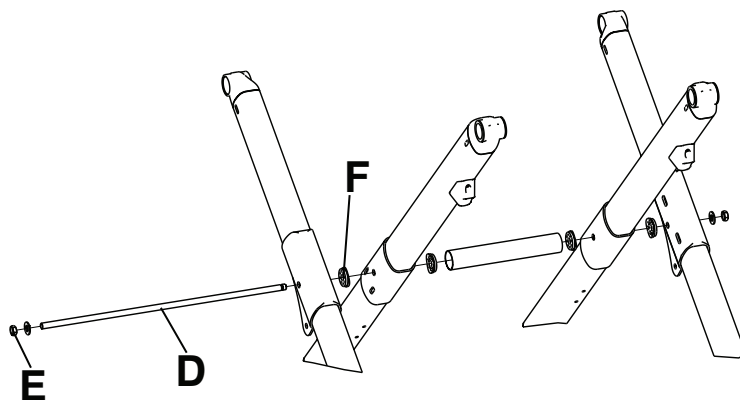

Figure 11 – Conserver les roulements
5. À l'aide de deux clés mixtes de 9/16 po et d'un marteau à coup mort, retirer la tige de connexion du châssis (D) et le contre-écrou hexagonal à verrouillage central (E).
Remarque - Conserver les roulements (F) qui restent (Figure 11).